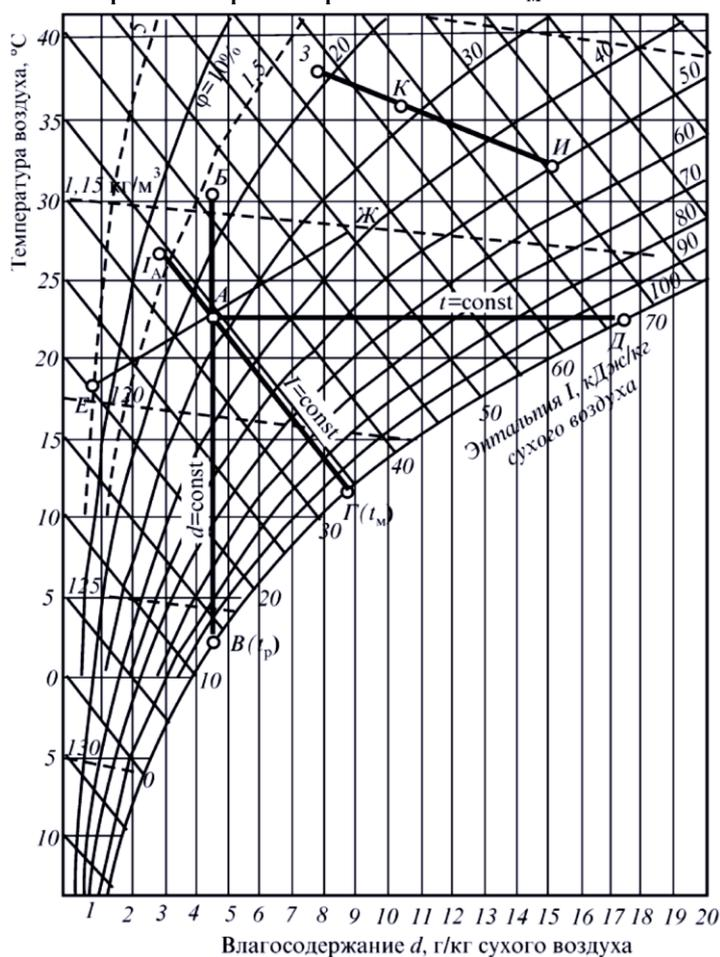

Рис. 1. Диаграмма влажного воздуха
**Задача 1.** По  $I-d$ -диаграмме влажного воздуха (рис.1) определить относительную влажность воздуха по температурам сухого термометра  $t = 27$  °С и мокрого термометра психрометра Ассмана  $t_M = 18$  °С.
**Задача 2.** По  $I$ — $d$ -диаграмме влажного воздуха (рис.1) определить точку росы, т.е. температуру, при которой из охлаждаемого воздуха с начальной температурой  $30\text{ }^{\circ}\text{C}$  и относительной влажностью  $40\%$  начнет выпадать влага.
**Задача 3.** По  $I$ — $d$ -диаграмме влажного воздуха (рис.1) найти теплосодержание и влагосодержание воздуха, имеющего температуру  $25\text{ }^{\circ}\text{C}$  и относительную влажность  $70\%$ .
Графическое решение задачи выполняется просто: на  $I$ — $d$ -диаграмме влажного воздуха (рис.1) находим точки  $B$  и  $\Gamma$ , отвечающие параметрам соответственно первой и второй составляющих, соединяем их прямой, откладываем на этой прямой отрезки обратно пропорционально массам (или долям) составляющих и находим точку  $D$ , по которой определяем указанными выше способами искомые параметры смеси  $t_{\text{см}} = 30,4\text{ }^{\circ}\text{C}$ ,  $d_{\text{см}} = 14,85$  г/кг,  $I_{\text{см}} = 68,7$  кДж/кг и  $\phi_{\text{см}} = 53\%$ . Искомая точка  $D$  смеси всегда расположена ближе к точке той из составляющих, масса которой больше.